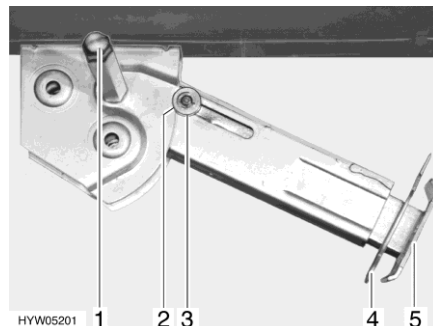

Fig. 40 Piedino di stazionamento
- Inserire la chiave a tubo nell'esagonale (Fig. 40,1) e ruotare fino a quando il piedino di stazionamento non si trova in posizione verticale verso il basso.
- Estrarre la copiglia (Fig. 40,4) dal prolungamento dell'estremità del piedino (Fig. 40,5).
- Inserire la chiave a tubo nell'esagonale (Fig. 40,1) e ruotare fino a quando il piedino di stazionamento non si stacca dal terreno.
- Spingere completamente all'interno il prolungamento dell'estremità del piedino (Fig. 40,5) e inserire la copiglia (Fig. 40,4) nel foro apposito.
- Ruotare la chiave a tubo nell'esagonale (Fig. 40,1), fino a quando il piedino di stazionamento non è sollevato verso l'alto e la guida (Fig. 40,3) è rientrata totalmente nell'intaglio (Fig. 40,2).